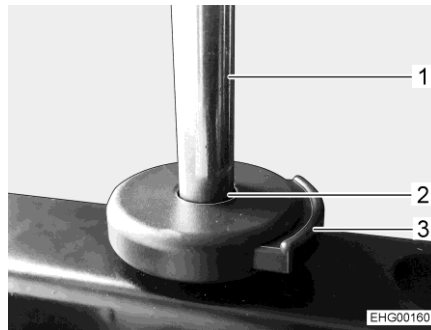

Bild 22 Entriegelungstaste (Kopfstütze)
- Holme (Bild 22,1) der Kopfstütze in die Halterungen (Bild 22,2) einsetzen.
- Entriegelungstaste (Bild 22,3) drücken und Kopfstütze weiter bis zur gewünschten Position schieben.
- Entriegelungstaste (Bild 22,3) drücken.